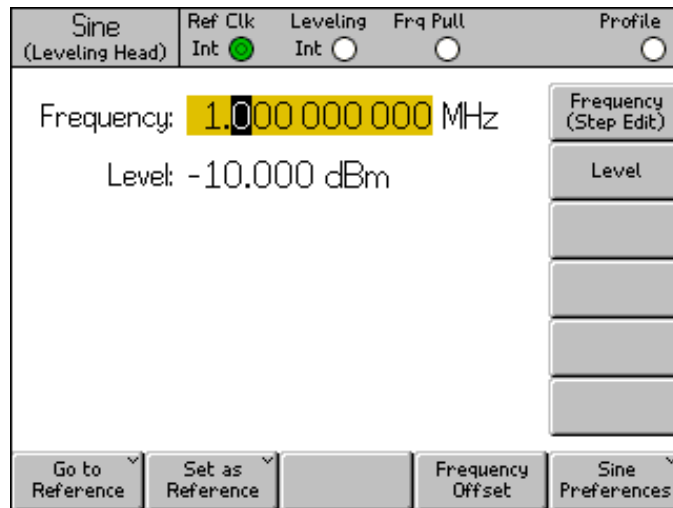

图 3-5.平坦正弦信号屏幕
按下前面板上任何一个主功能键 **SINE**、**MOD**、**SWEEP** 可在显示屏上显示相应的主屏幕（请参阅下面的“平坦正弦信号”屏幕）。可编辑的数据字段占据了屏幕中心部分；状态栏位于屏幕顶部。软标签位于屏幕右侧和整个底部。参见图 3-5。
1. 调出一个合适的屏幕，比如图 3-5 所示的“平坦正弦信号”屏幕。
选中数据字段时，字段焦点容易通过数据的阴影进行区分。在图 3-5 中，比如“频率”字段具有突出显示，编辑模式为“光标”，则黑色光标（标记）可以在数字之间移动（左右移动键 $\leftarrow \rightarrow$ ）。在该情况下，用户可以轻松地利用转轮或上下移动键 $\uparrow \downarrow$ 对所选数字进行小改动。如果需要更改字段中的多个字符，最好使用数字字母键盘编辑字段（键盘编辑）。